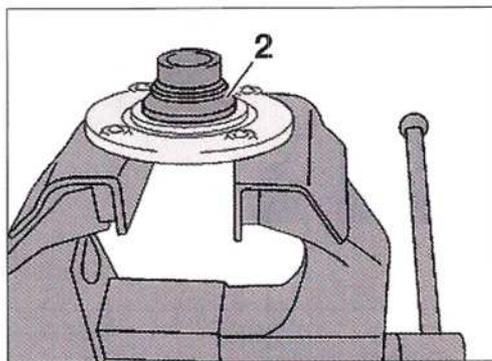

FIG. 34
- Extraer el cubo con su semijaula interior de rodamiento (2) (Fig.34).